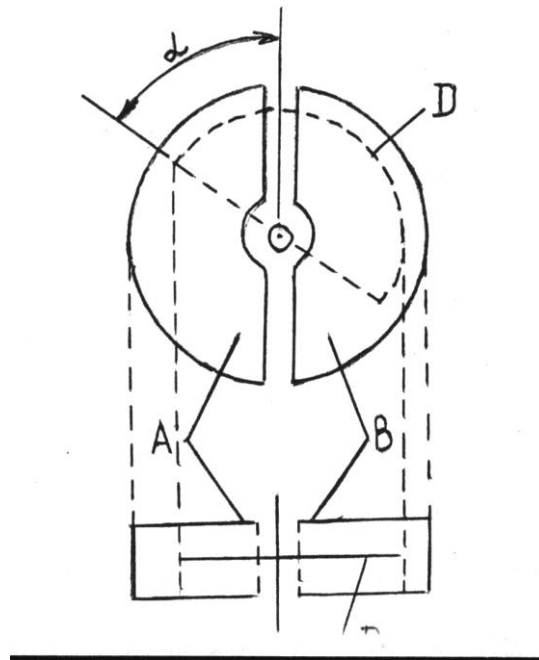

Рис. 10.
10. Повітряний конденсатор (рис.10) складається з нерухомих пластин А та В і рухомої пластини D. Знайти залежність ємності між нерухомими пластинами А та В від кута повороту рухомої пластини α . Побудувати приблизний графік цієї залежності. Максимальна ємність між пластиною D і однією з пластин А або В рівна C_0 .